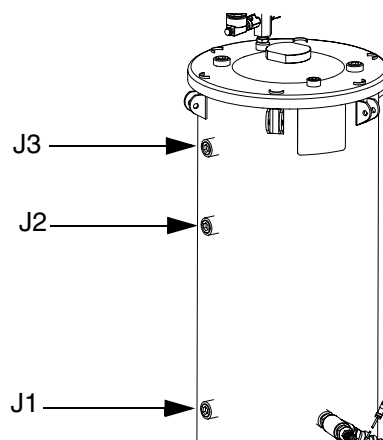

FIG. 8 : Orifices de réservoir
9. Faites passer chaque câble (J1, J2, J3) de capteur de niveau (H) dans l'écrou de logement correspondant (CC). Consultez la FIG. 8 pour connaître les emplacements des câbles sur le réservoir.